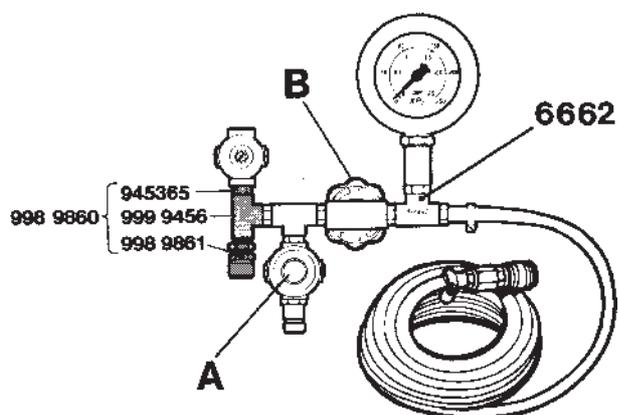

Fig. 36. Montage du kit 998 9860 sur le dispositif d'essai sous pression 6662 (Suède seulement)
* **Seulement pour la Suède** : les lois de protection du travail précisent que le dispositif d'essai sous pression 6662 doit être complété avec un clapet de décharge. Outre le clapet de décharge, viennent aussi s'ajouter un raccord en T et un double raccord. Ces pièces font partie du kit 998 9860. Vérifier que le clapet de décharge et les autres pièces sont bien montés comme le montre la figure 36.
1. Vérifier que le clapet de décharge (A, figure 36) est dévissé et brancher le dispositif d'essai au réseau d'air comprimé. Ouvrir le robinet (B) et régler le clapet de décharge à une pression de 100 kPa sur le manomètre.
3. Vérifier que le clapet de décharge (A, figure 36) est dévissé et brancher le flexible venant du dispositif d'essai sous pression à la plaque de raccord.
5. Brancher le dispositif d'essai au réseau d'air comprimé et ouvrir le robinet (B).
6. Retirer la bague de blocage pour le clapet de décharge. Augmenter la pression en vissant le clapet jusqu'à ce que le manomètre indique une pression de 50 kPa. Maintenir cette pression durant une minute. Augmenter ensuite jusqu'à 150 kPa. Bloquer en enfonçant la bague de blocage et fermer le robinet (B).